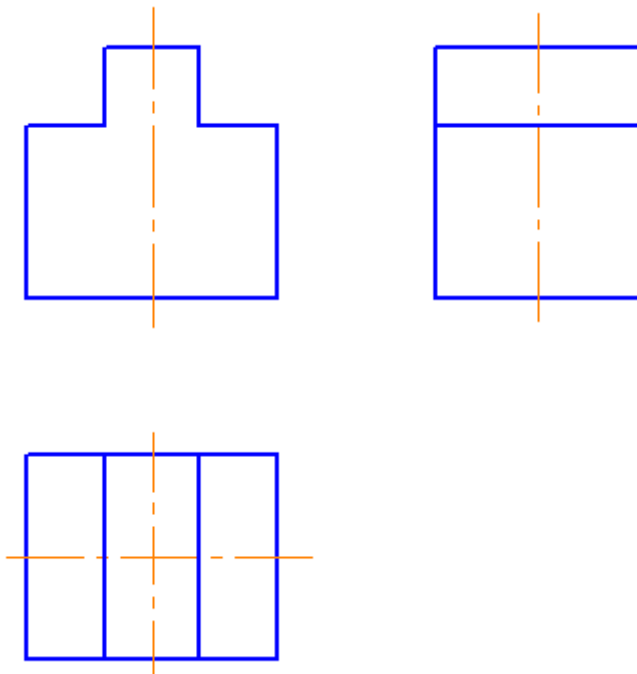

Рис. 1.12. Три проекции заданного графического объекта.
2. Графическую работу выполните на формате А3 в программе Компас (Рис. 1.12 , 2)
Обвести основными линиями разметку профильной плоскости, построить вертикальную ось и удалить вспомогательные прямые и дуги, в результате получится чертеж трех проекций заданного графического объекта, рис. 1.12.